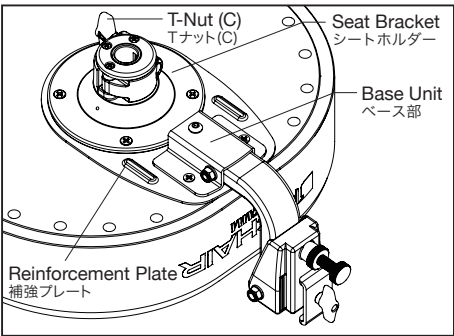

Fig.9 (図9)
3. Secure the base unit over the reinforcement plate as shown in Fig.9. Please use the two longer screws (included with Backrest Unit) for this.
2. バックレストユニットに付属の補強プレートを図9のようにシートホルダーとシートの間に挟むようにして再びシートホルダーを固定します。
3. ベース部を補強プレートの上から図9のように固定します。この時、手順 1 で取り外したビスではなく、バックレストユニットに付属している2本の長いビスを使って固定してください。